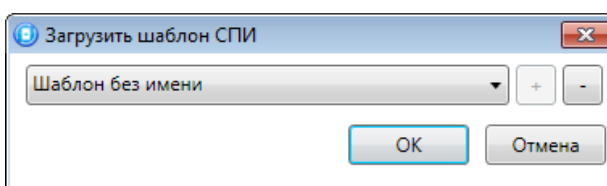

Рисунок 4.46 — Окно *Загрузить шаблон ПОО*
- *Загрузить шаблон настроек:* открытие окна *Загрузить шаблон ПОО* (см. рисунок 4.46), с помощью которого можно сконфигурировать контроллер по предварительно созданному шаблону. Для того чтобы применить шаблон, выберите его в списке и нажмите кнопку *ОК*. Для того чтобы удалить один из сохраненных шаблонов, выберите его в списке и нажмите кнопку .